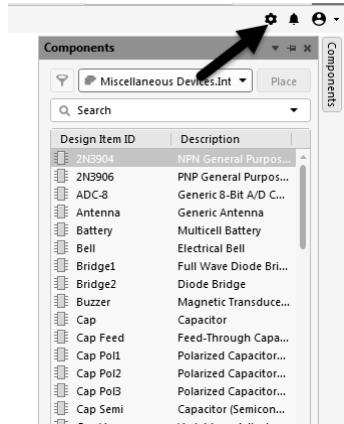

图 6-61 在右上角执行图标命令
(1) 如图 6-61 所示，在右上角执行图标命令 ，进入系统参数设置窗口。